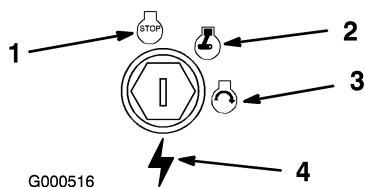

Figure 10
- Tournez la clé de contact en position contact coupé (OFF) (Figure 10).